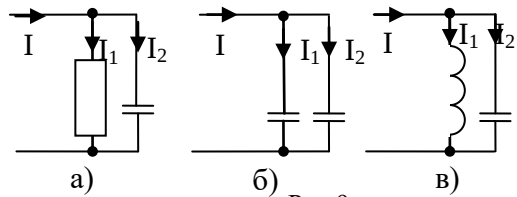

Рис.9
2. Определить ток в общей цепи рис. 9, если $I_1 = 3$ А; $I_2 = 4$ А.